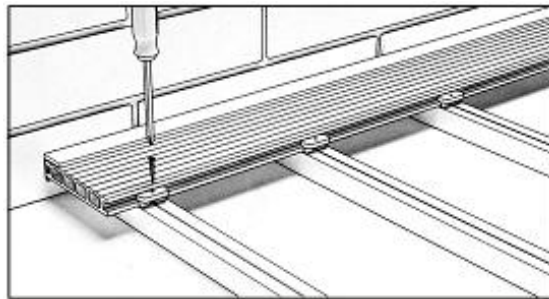

Рис. 10
**Укладка профиля:** С учетом всех необходимых отступов (см.выше), террасный профиль устанавливается перпендикулярно лагам и при помощи саморезов закрепляется к каждой опорной лаге через монтажную клипсу (рис. 10). При этом сначала клипсы